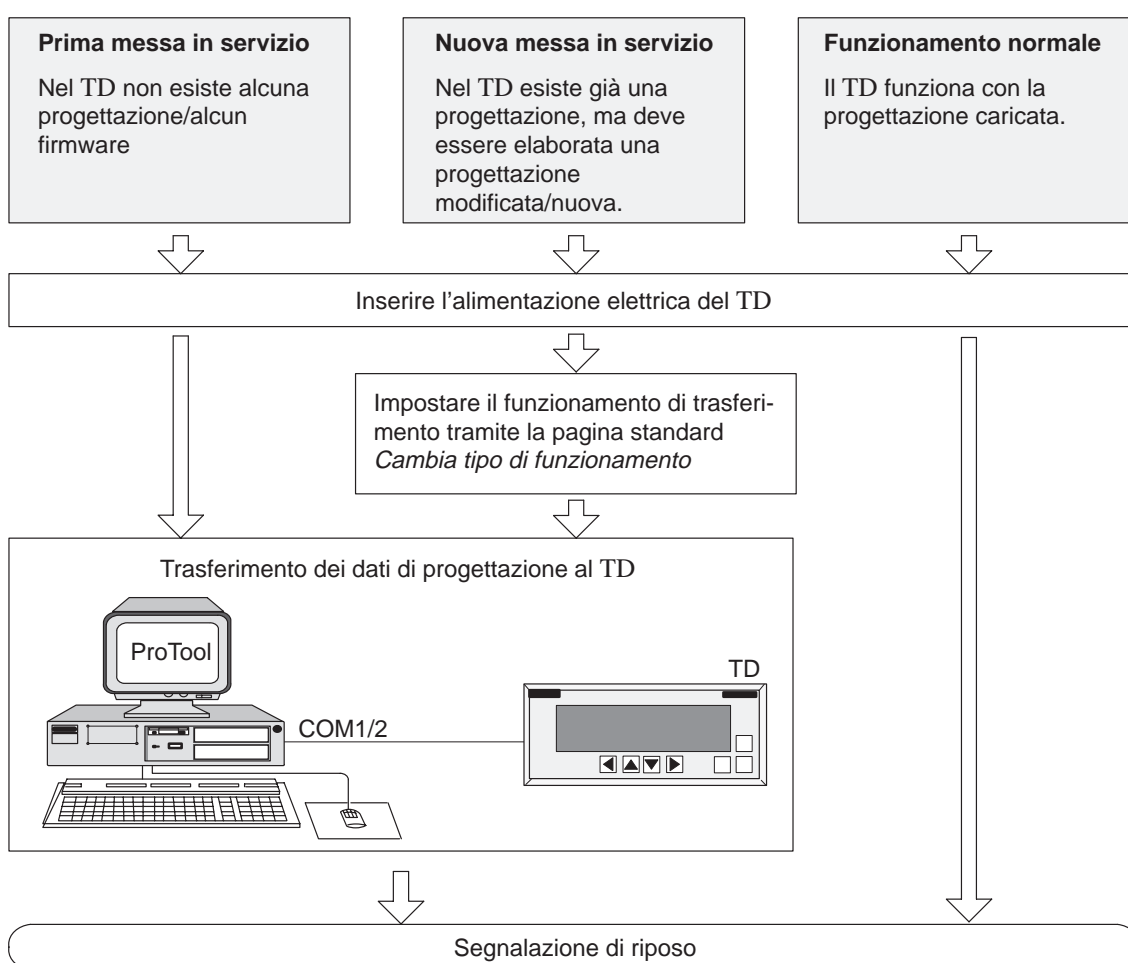

Figura 7-1 Schema della messa in servizio
**Schema funzionale** La figura 7-1 mostra schematicamente i passi principali per la prima messa in servizio, la nuova messa in servizio ed il funzionamento normale del TD. Nella seguente guida di messa in servizio sono spiegati i singoli passi per la messa in servizio del TD.